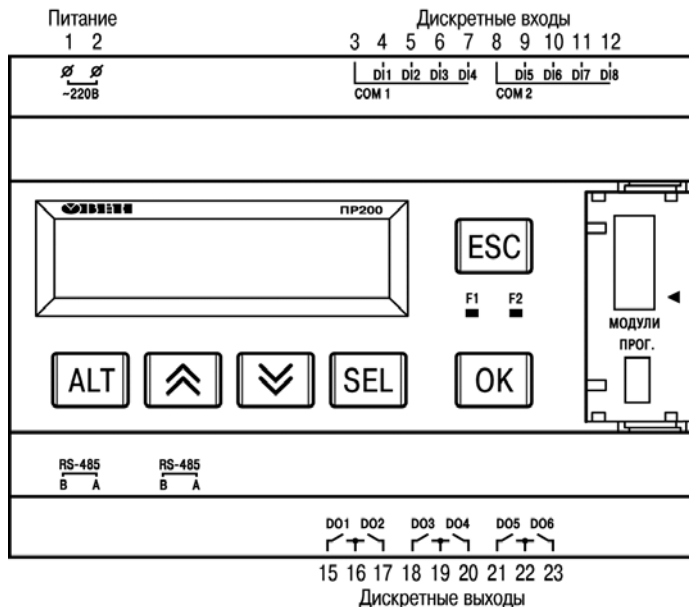

Рисунок 3.1 – Вид на лицевую сторону ПР200 (крышка условно не показана)
3.1.2 Корпус прибора имеет ступенчатую трехуровневую форму. На лицевой (передней) плоскости корпуса расположены элементы индикации и управления, на задней поверхности корпуса расположены защелки крепления прибора на DIN-рейке. **На верхних и нижних ступенчатых поверхностях** корпуса размещены разъемные соединения прибора (клеммники), через которые осуществляется подключение исполнительных механизмов, дискретных и аналоговых датчиков, линий связи RS485 и других внешних связей (см. рисунок 3.1). Схемы подключения к клеммам прибора приведены в п. 7.2.